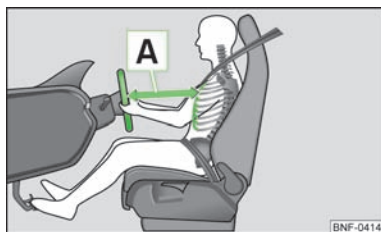

Fig. 76
- Indstil rattet, så afstanden mellem rattet og førerens brystkasse er mindst 25 cm » Fig. 76 **A**.